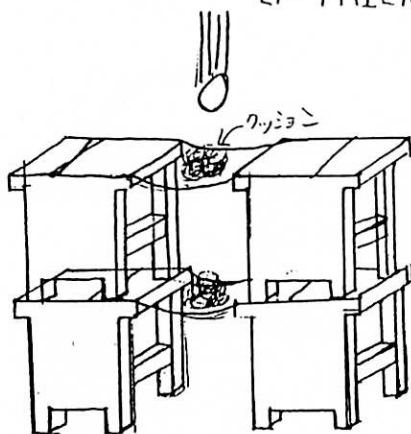

図3 クッション布団型の例
- (1) 椅子を重ねていき、椅子と椅子の間に新聞紙をはさみ、あと一方の椅子にも新聞紙をはさむ。新聞紙の上には落下の衝撃をやわらげる新聞紙を丸めたクッションを置く。(1)がいちばん古めの意見。それだけだと僕は反対だつた。
- (2) (反対理由) 物体はもう1つの物体に対して垂直に当たると衝撃が最大になると思つたため、意見が簡単すぎたので、割れてしまうのではないかと思つた。(2)の意見の対策にクッションを作ることにした(図3参照)。いかに衝撃をやわらげて分散させるか考えた結果、約12m地点からの卵落下で、1回目は失敗に終つた。失敗理由は卵の落下地点と作品の置き場所がずれてしまつたことだ。(2)の対策ができていなかった。卵の落下地点がずれていたのでおもな原因だつたので、本番は前回いつたときの卵の跡がある場所へ作品をセットした。その結果、みごとに割れなかつた。成功した理由は、前回の失敗を生かして、作品の対策を真剣にみんなで話し合つたことと、各個人が自分の意見を出し合い、それらのいいところを選び集めたことである。他の班と比べると、他の成功した班は、すべて卵が新聞紙に包まれていたが、